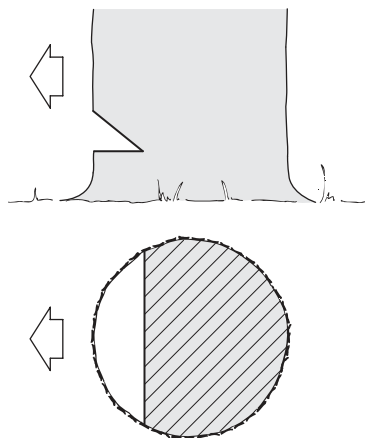

Рис. 21. Запил
5. Начните пилить с той стороны дерева, куда оно должно упасть (Рис. 21). Сделайте запил с той стороны, куда должно упасть дерево, глубиной примерно $1/3$ диаметра ствола и под углом от 30 до 45 градусов (Рис. 21).
Запил (Рис. 21) определяет направление валки дерева.